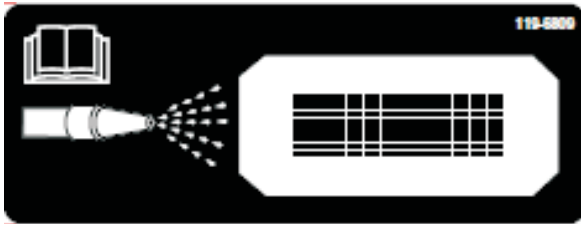
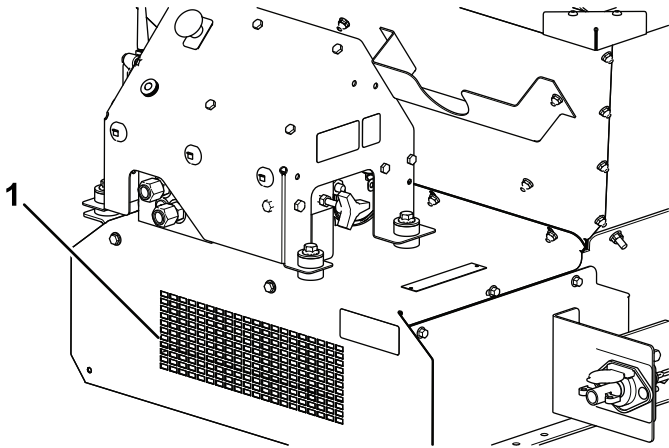

Figure 61
Figure 62
- Trouvez l'autocollant de nettoyage sur l'avant de la machine (Figure 61) et arrosez au tuyau d'arrosage à travers la grille de protection avant jusqu'à ce que toute trace de matériau soit éliminée du panneau inférieur (Figure 62).